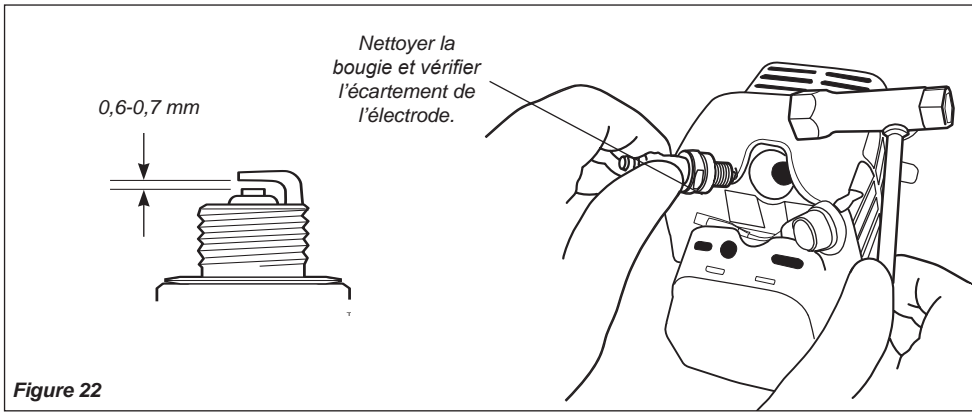

Figure 22
- Enlever et nettoyer la bougie. Ajuster l'écartement de l'électrode de la bougie à 0,6-0,7 mm. S'il est nécessaire de changer la bougie, utiliser uniquement une bougie BPMR6A ou une bougie antiparasite équivalente de plage thermique appropriée. Voir figure 22.